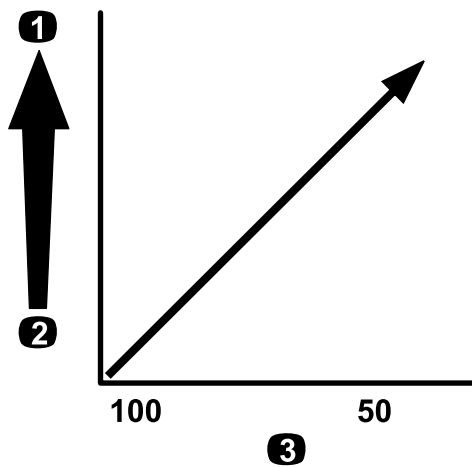

Figura 68
**Importante:** Lorsque vous pulvérisez des produits chimiques de viscosité plus élevée (plus épais) ou des solutions avec poudres mouillables, vous devrez peut-être utiliser un maillage plus grossier pour le filtre des pastilles de buses optionnel ; voir Figura 68.